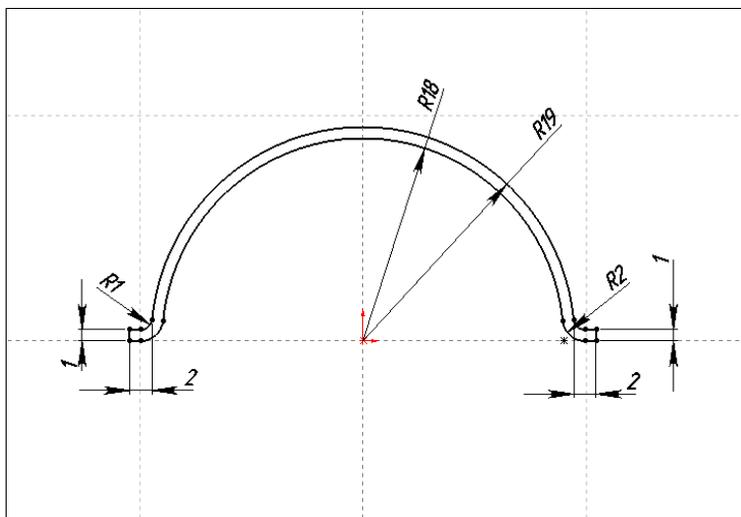

Рис. 2.75
1. Откроем трехмерное пространство SolidWorks 2011, выберем плоскость Спереди и войдем в эскиз. Нарисуем эскиз левого конца патрубка (рис. 2.75). Этот эскиз в Дереве Конструирования обозначится как **Эскиз1**.